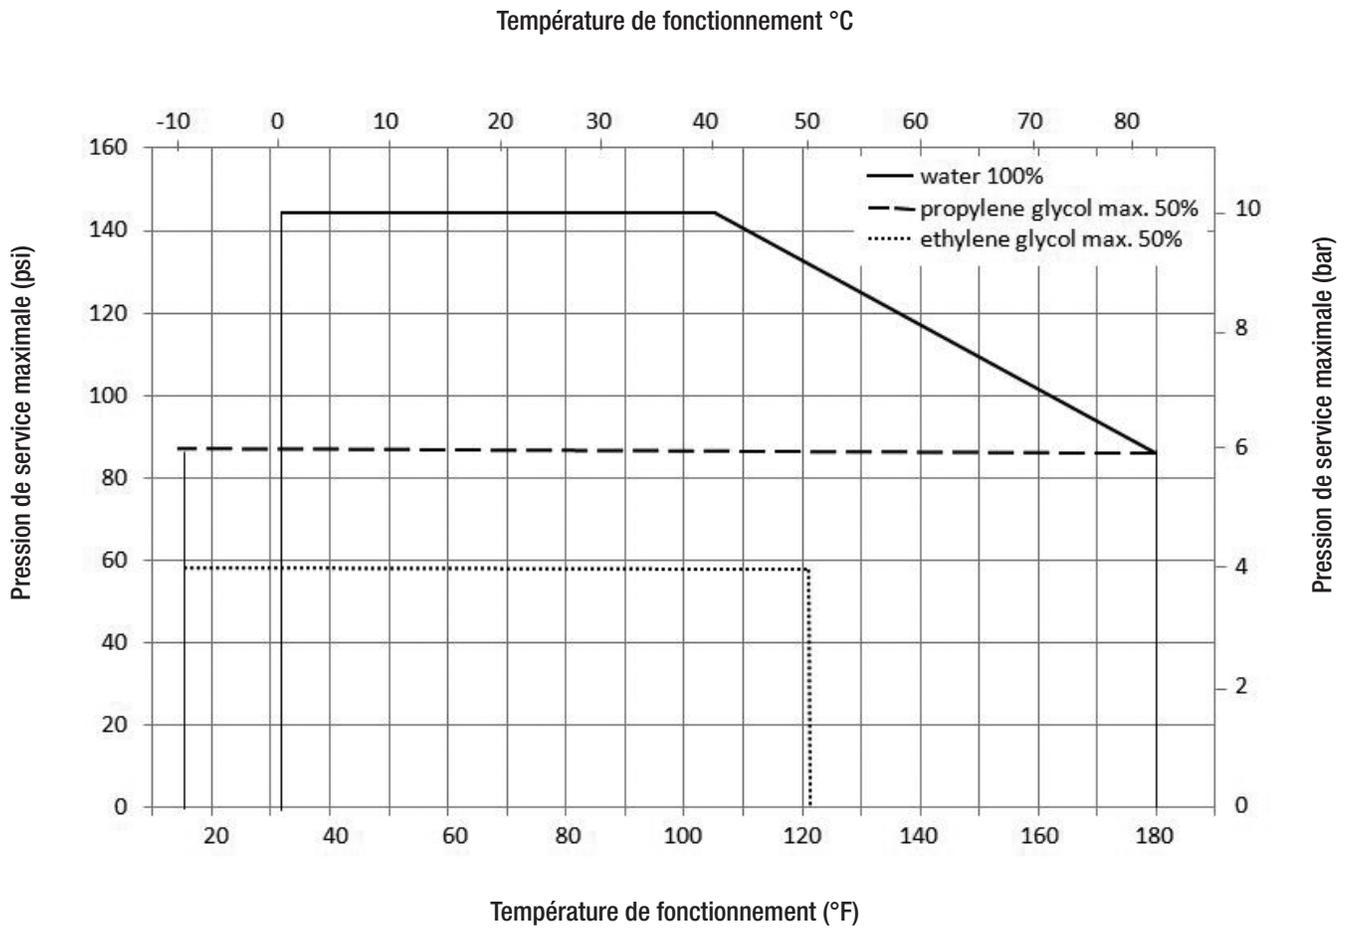

Figure 2 : Température et pression du collecteur pour les différents liquides du circuit
- La pression de service continue maximale admissible pour 100 % d'eau est de 87 psi (6 bars) à 180 °F (82,2 °C). Voir Figure 2.
- Le propylène glycol et les glycols à base d'éthylène à une concentration maximale de 50 % sont recommandés dans les limites de température et de pression indiquées à la Figure 2 si une protection du système contre le gel est nécessaire. Les glycols à base d'alcool ne sont pas autorisés car ils peuvent entraîner une défaillance du système.
Température maximale de fonctionnement pour 100% d'eau	180 °F (82,2 °C) à 87 psi (6 bars), voir Figure 2.
Température minimale de fonctionnement	14 °F (-10 °C) à 145 psi (10 bars), voir Figure 2.